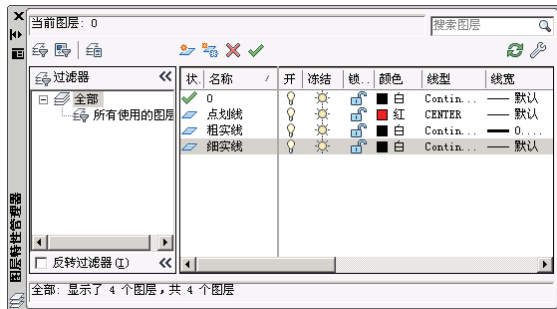

图 T3-3 “图层特性管理器”对话框
(2) 单击“格式→图层”菜单, 弹出图 T3-3 所示的“图层特性管理器”窗口。开始时只有“0”层(尺寸线层和定义点层不必考虑)。如果下方没有“详细信息”, 则单击显示细节按钮即可。